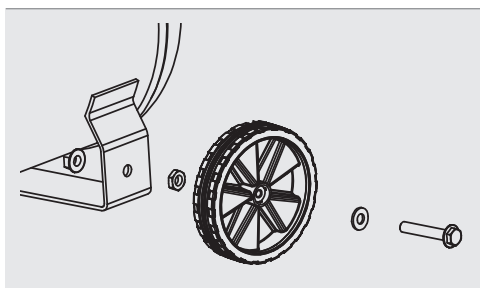

Abb. 1a: Montage der Räder
- ▶ Montieren Sie mit Hilfe der mitgelieferten Schrauben und Muttern den Gummifuß und die Räder (siehe Abbildung 1a und 1b).